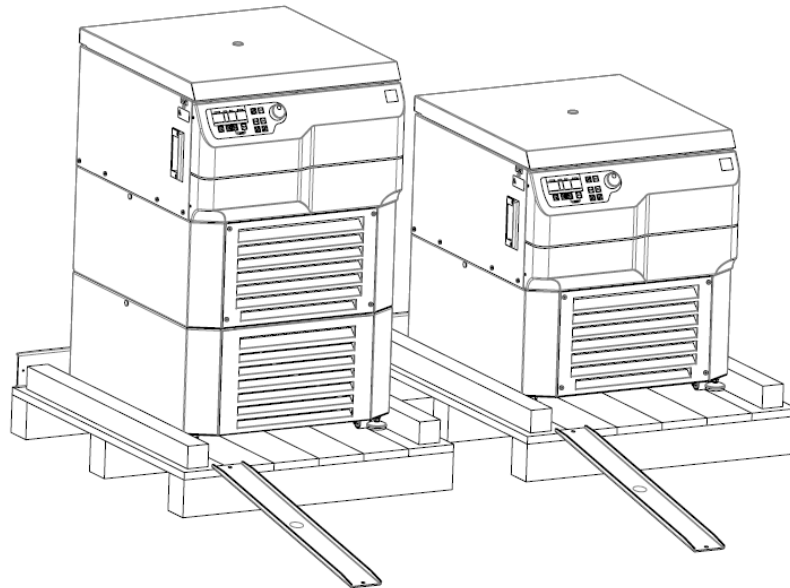

Figura 2
- Rimuovere le barre metalliche fissate sul pallet e fissarle al bordo anteriore del pallet in modo da poterle utilizzare come rampa (vedere Figura 2). Utilizzare le stesse viti e prestare attenzione al collegamento sicuro delle viti.
- Con la chiave aperta in dotazione, spostare i piedini della centrifuga verso l'alto, fino a farli appoggiare sui rulli (vedere anche la Figura 2).